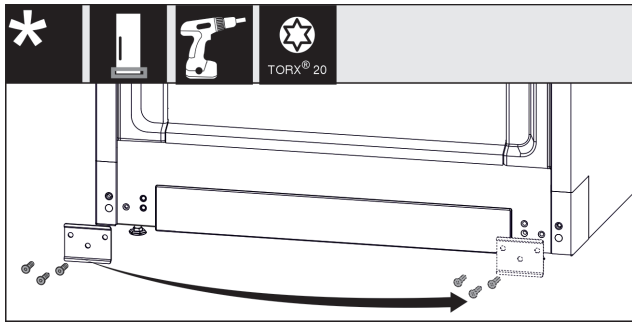

Fig. 16
- Svitare la lamiera Fig. 16 (1), girarla sull'alto lato e riavvitarla.